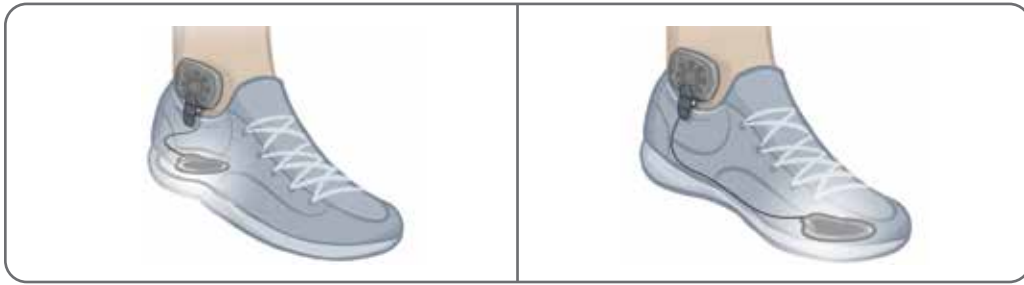

Bild 8-14: Slutlig position för fotsensorn ansluten till skon
5. Kläm fast fotsensorsändaren på den inre kanten på skon. Vänd stjärnlogotypen på sändaren utåt. Se bild 8-14.
6. Täck trycksensorn med innersulan. Stoppa in överflödigt kabel under innersulan. Se bild 8-14.